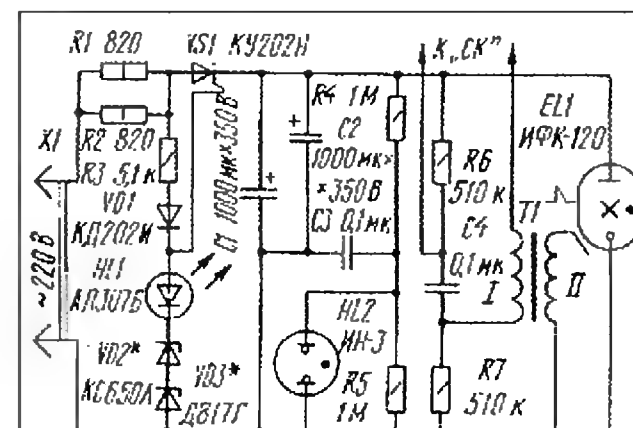

Рис. 1
Предлагаю техническое решение, позволяющее за счет некоторого ограничения напряжения на накопительном конденсаторе стабилизировать энергию вспышки через 6...9 с после включения на неограниченное время. При указанных на схеме (рис. 1) элементах устройства стабилизированное напряжение на накопительном конденсаторе (параллельно включенные C1 и C2) достигает 220 В против 300 В после минутной зарядки без стабилизации.
тельных конденсаторов, поэтому объединил их и разъем разделения мощности (на рис. 1 не показан) оказался ненужным. В кожухе вспышки плату крепят винтом М3. Предварительно необходимо снять картонную крышку, разместить на ее месте плату, установить поверх платы крышку и закрепить ее клеевой лентой.
**"Denon DRM-510"** (рис. 1) — простой магнитофон с двумя магнитными головками — имеет системы Dolby-B, C, HX-Pro, возможность ручного регулирования тока подмагничивания при использовании магнитных лент различного типа и устройство возврата к началу уже воспроизведенной фонограммы. Внешнее оформление безукоризненное, механика переключений работает сравнительно мягко. Выход для готовых стереотелефонов нерегулируемый, при использовании стереотелефонов "Beyer DT-990" звук достаточно громкий. В целом звук чистый, наблюдалась умеренная потеря высоких частот при использовании компакт-кассет среднего качества ("Sony HF") и среднем положении регулятора тока подмагничивания. Указанным регулятором возможна коррекция в желаемую сторону. Оценка экспертов — магнитофон следует отнести к средней категории качества (возможно, даже чуть ниже средней).